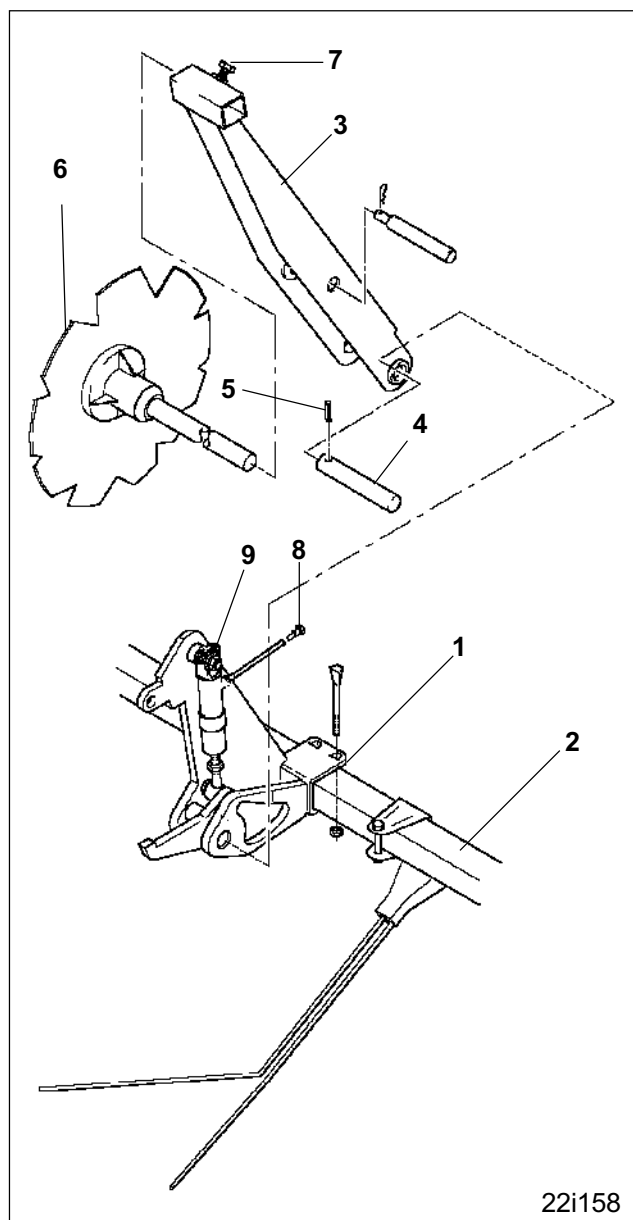

Fig. 28.3
- Закрепите на выравнивателе типа «Ехакт» два несущих крепления (Рис. 28.3/1);
- Несущие кронштейны дисков для нарезки маркерной борозды (Рис. 28.3/3) закрепите при помощи пальца (Рис. 28.3/4) и зажимного штифта (Рис. 28.3/5);
- Установите диски для нарезки маркерной борозды (Рис. 28.3/6) в несущие кронштейны (Рис. 28.3/3) и зажмите болтами с шестигранной головкой (Рис. 28.3/7);
- Гидравлические шланги (Рис. 28.3/8) подсоедините к обоим гидравлическим цилиндрам (Рис. 28.3/9) и вместе с гидравлическим цилиндром для заслонки технологической колеи в распределительной головке подсоедините к электро-гидр. клапану (смотрите схему гл. 2);